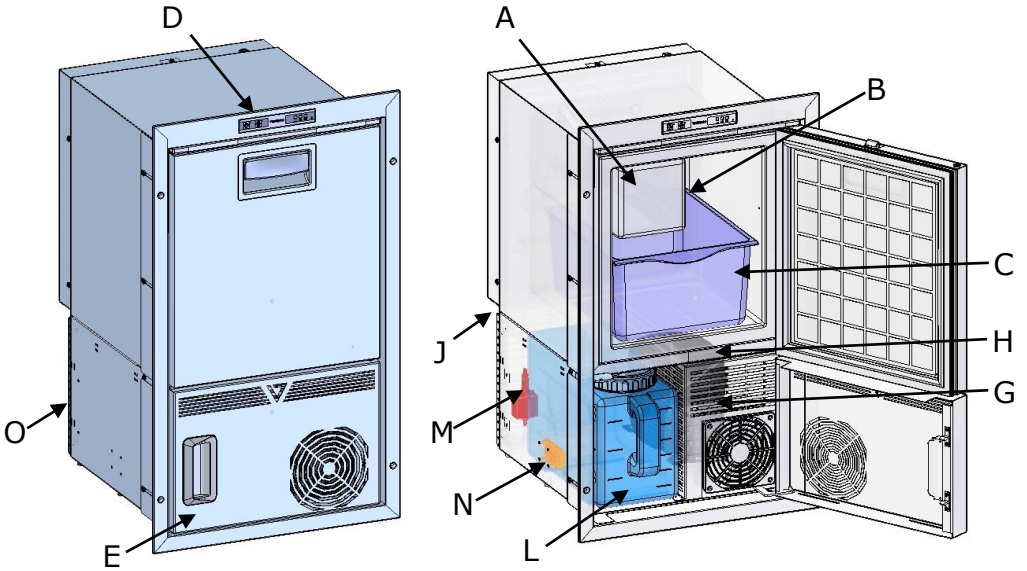

Fig. 4b
À la fin de l'utilisation de la machine à glaçons, afin de préserver sa fonctionnalité et d'éviter la formation de moisissures, procéder comme suit. Éteindre la machine et la débrancher de l'alimentation électrique. Vider la cuve de récupération des à glaçons (C). Attendre que le givre à l'intérieur de la cuve ait complètement fondu. Essuyer soigneusement les parois intérieures de la machine à glaçons. Laisser la porte à moitié ouverte, en utilisant la vent-position présente sur le support I (voir figure 5 et 5a), afin qu'un changement d'air puisse avoir lieu et qu'aucune humidité ne soit créée à l'intérieur de la cuve. Pour les versions REFILL, vider et nettoyer le réservoir (L) (voir fig. 4b,4c).